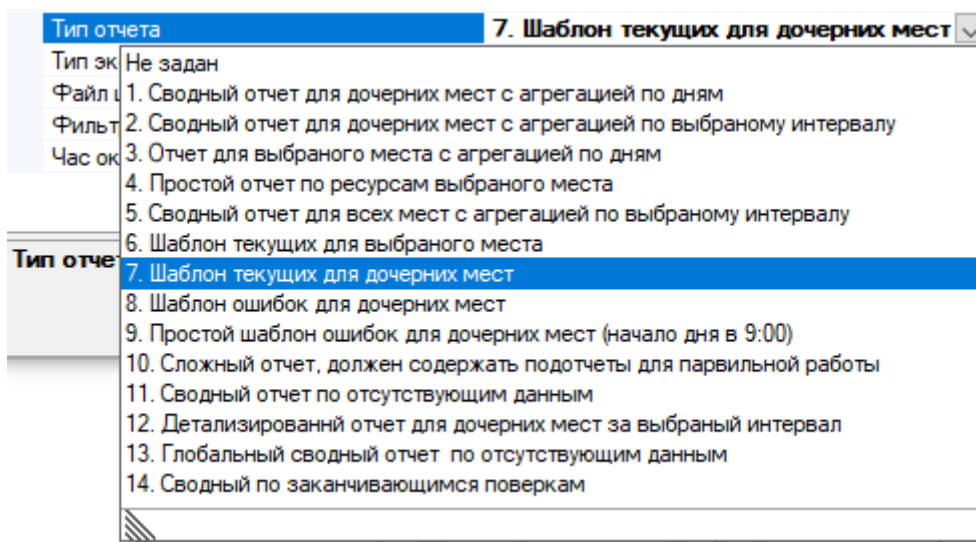

Рисунок 119. Выбор типа отчета
- **Тип отчета** выбрать из выпадающего списка в строке (рисунок 119).